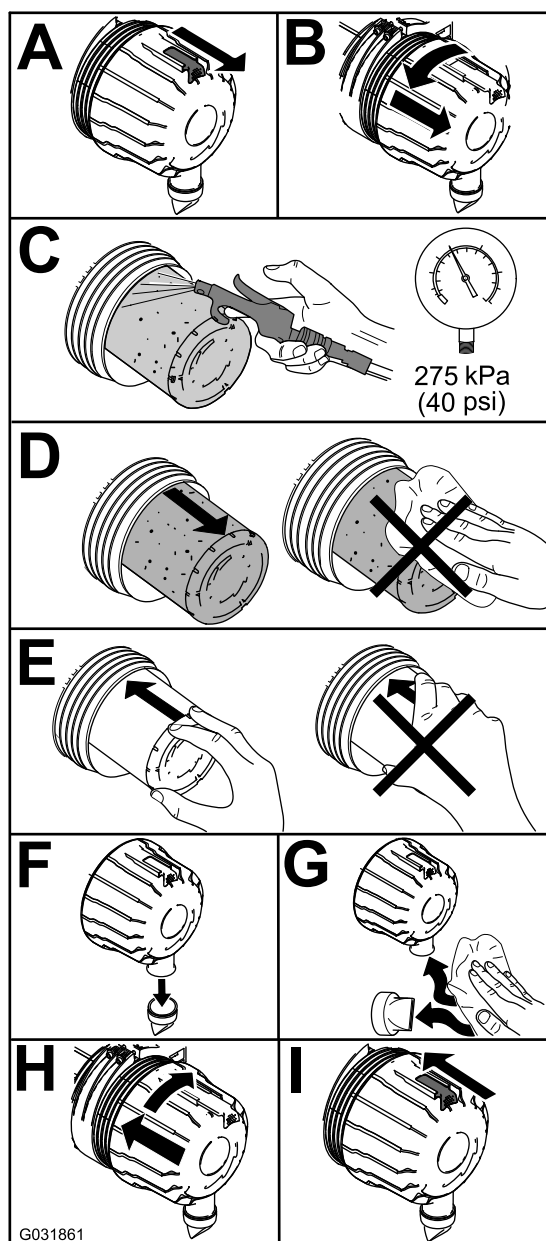

Figure 92
1. Remplacez le filtre à air (Figure 92).